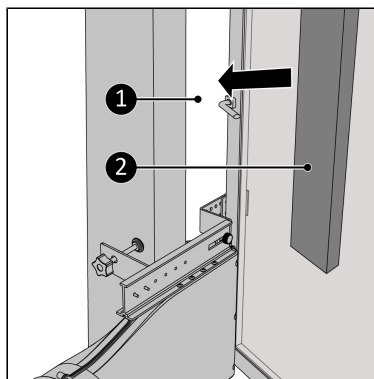

Figure 197.
16. Comblez les espaces vides (Figure 197, pos. 1) avec la mousse d'isolation accompagnant le produit (Figure 197, pos. 2). Découpez la mousse si nécessaire*.